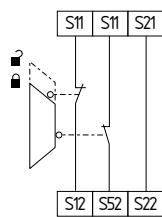

Fig. 11
**Circuito de monitorização de porta de protecção de dois canais com dispositivos de bloqueio conforme EN 1088 (ver Fig. 11)**